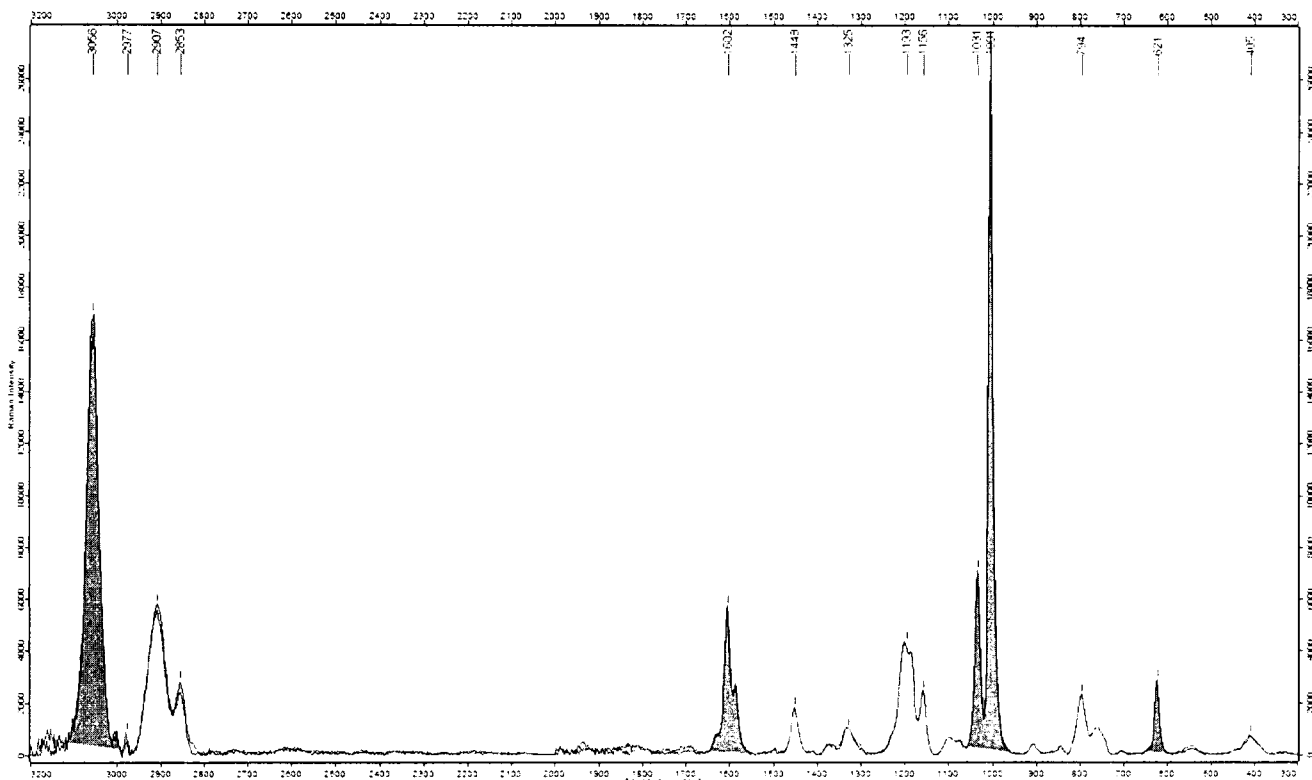

Рис. 10. Спектр комбинационного рассеяния полистирола в диапазоне 300-3200 см⁻¹.
6.4.3.3. В спектре, отображаемом в ПО OPUS, измеряется интенсивность линии 1001,4 см⁻¹ (см. рисунок 10).